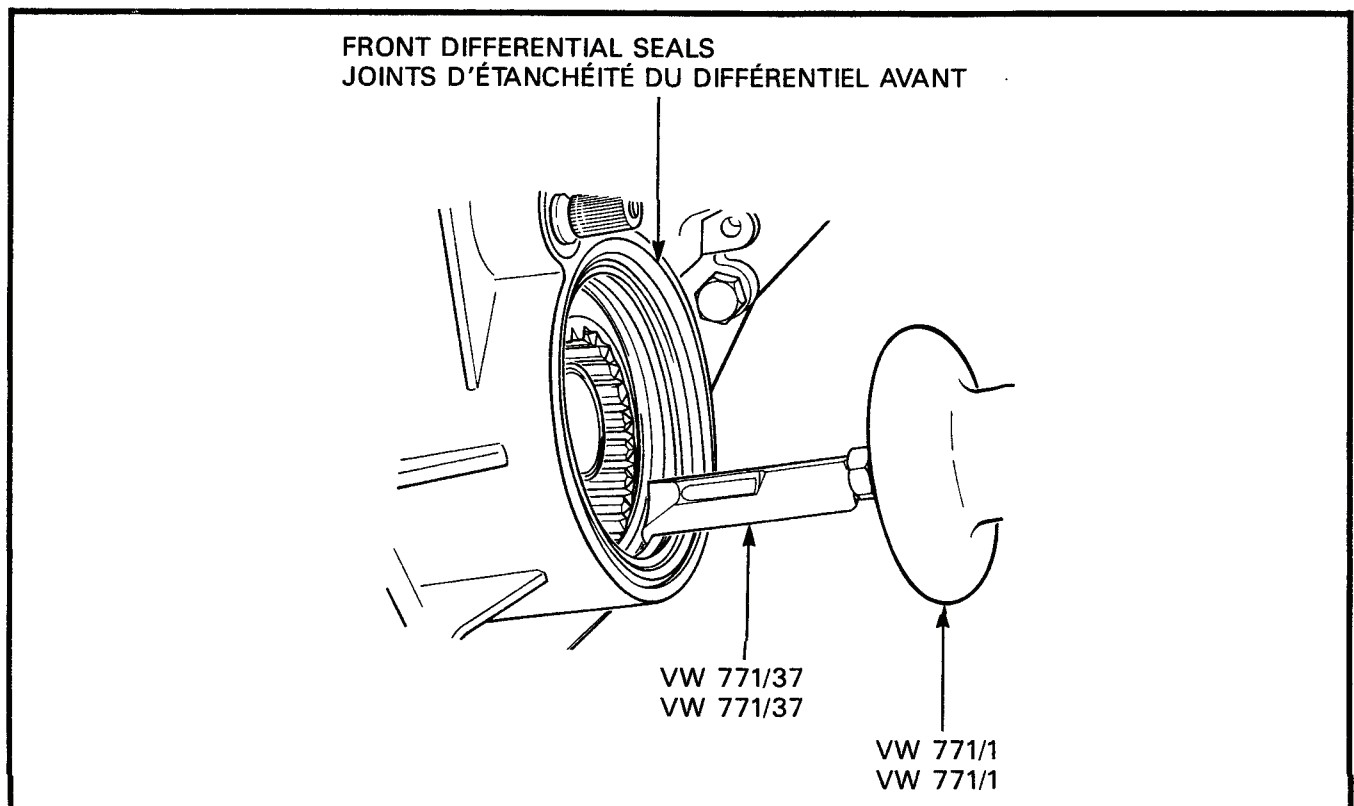

Figure 3-1-6 Removal of Front Differential Seals - Right Side
- t. Remove the two differential seals using VW 771/37 and a sliding hammer VW 771/1, see Figure 3-1-6.
- t. Enlever les deux joints d'étanchéité du différentiel au moyen de l'outil VW 771/37 et d'un extracteur à inertie VW 771/1, voir figure 3-1-6.